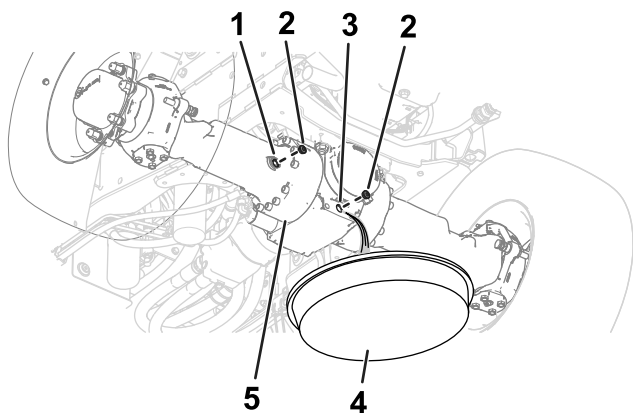
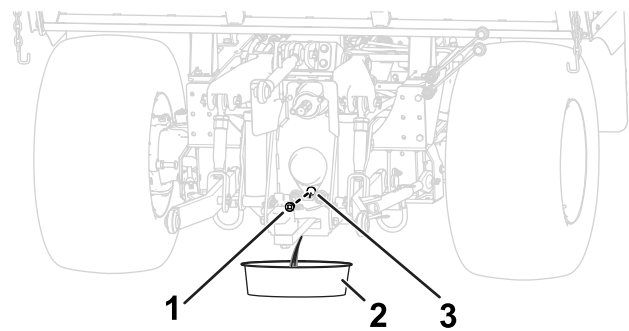

Figura 97
Figura 98
1. Coloque um recipiente de drenagem por baixo da caixa do diferencial do eixo (Figura 97 e Figura 98).
2. Remova os tampões da porta do visor e da porta de drenagem das caixas do diferencial dos eixos (Figura 97 e Figura 98).